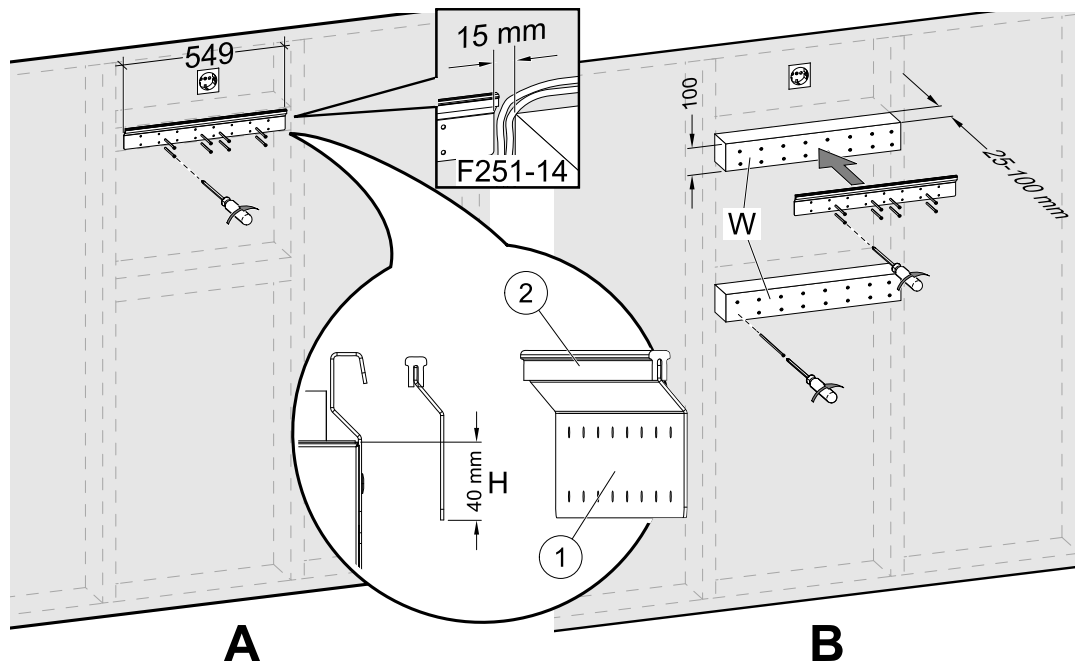

Bild 6 Installation der Wandhalterung mit oder ohne Unterkonstruktion
2. Schrauben Sie die Wandhalterung (Pos. 1) mit dem Vibrationsdämpfungspad (Pos. 2) an die Wand (Abbildung 6, Pos. A). **Schrauben sind nicht im Lieferumfang enthalten**, wählen Sie diese anhand Ihres Wandtyps aus. Verwenden Sie geeignete Löcher, um die Halterung an der Wand festzuschrauben. Die Unterkante der Halterung sollte 40 mm (H) unter der Geräteoberseite liegen.
Falls die Tiefe der Schränke viel größer ist als die des Geräts, installieren Sie eine Unterkonstruktion (Pos. W), um den fehlenden Abstand auszugleichen (Abbildung 6, Pos. B). Montieren Sie die Wandhalterung am oberen Block. Wählen Sie die Dicke der Blöcke entsprechend den Anforderungen um das Gewicht zu tragen.